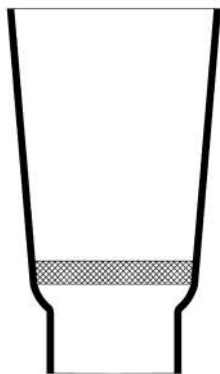

Рис. 129. Стеклянный тигель Гуча
1. **Стекло́нный тигель Гуча** (рис. 129) – это стеклянный сосуд, сужающийся к низу. В дно встроена пластина из пористого стекла. Для изготовления используют химически стойкое боросиликатное стекло. Стеклянный тигель Гуча предназначен для фильтрации мелких твердых осадков, для работы с агрессивными жидкостями (кроме концентрированных